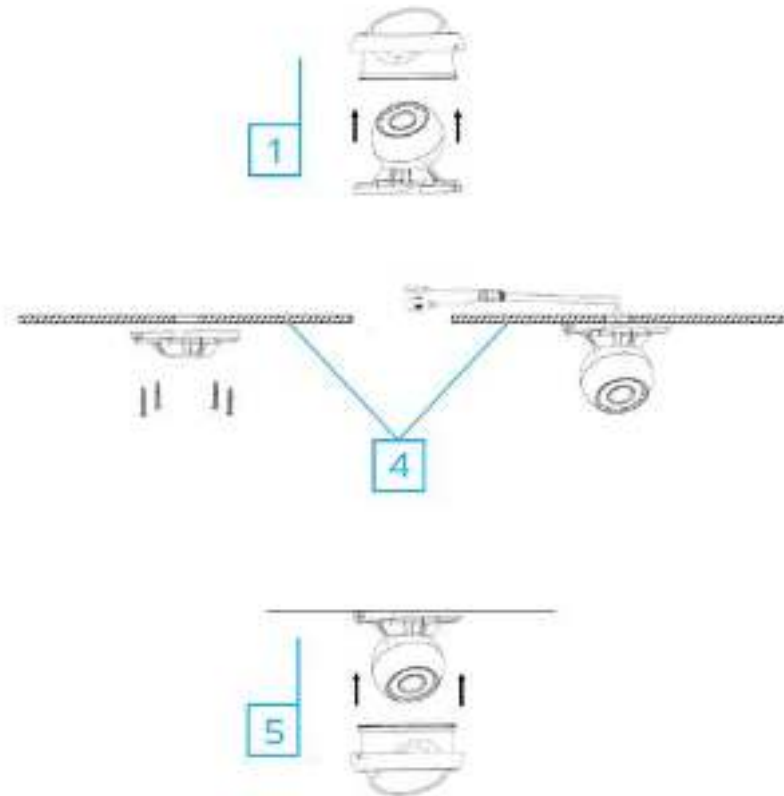

Рисунок 4. Закрепление камеры на стене или потолке
4. Подсоедините к камере соответствующие кабели (сетевой и питания). Закрепите монтажное основание камеры на потолке или иной поверхности с помощью прилагаемых саморезов. См. рис. 4. ниже.